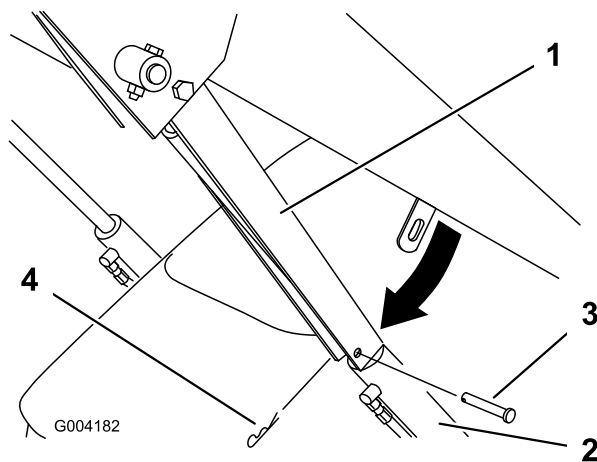

Bild 17
4. Entfernen Sie den Splint und Lastösenbolzen, mit denen das Zylinderschloss am Hubarm befestigt ist (Bild 17).
5. Senken Sie das Zylinderschloss über die Zylinderstange und befestigen Sie es mit den Splint und Lastösenbolzen (Bild 17).